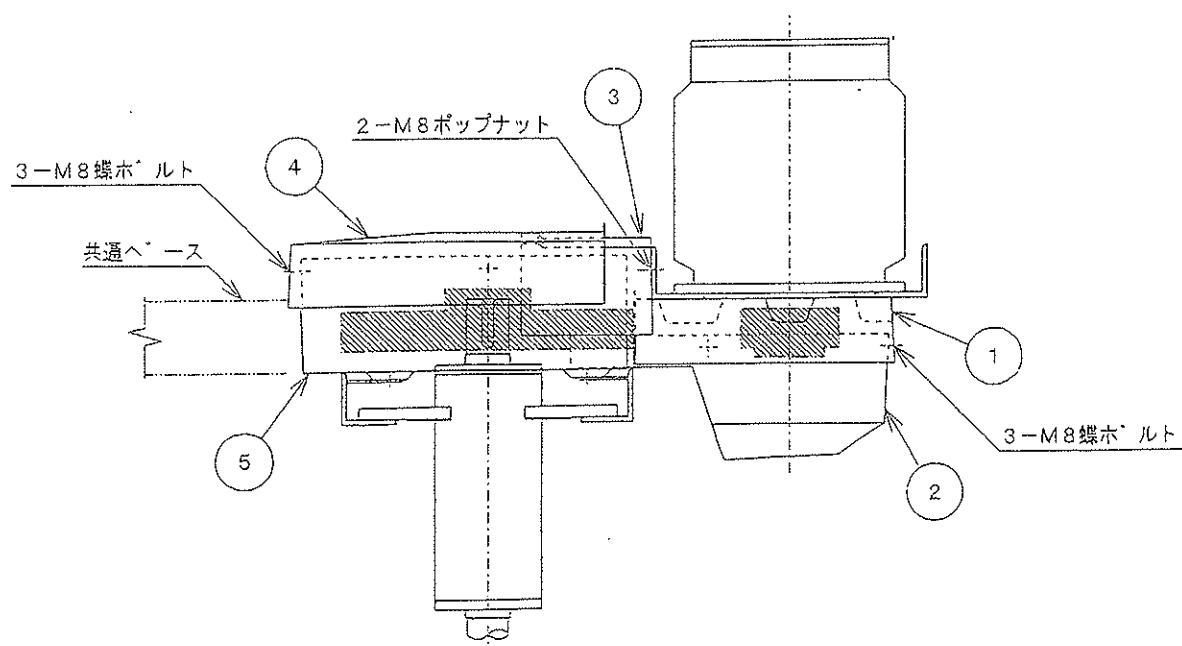

図10-6 ベルトカバー組立図
ベルトの交換は、図10-1 ベルトの張り調整及び、図10-6 ベルトカバー組立図を参照してください。
- a. 図10-6のベルトカバー④を外します。
- j. 図10-6の③及び④の順にベルトカバーをセットしてください。